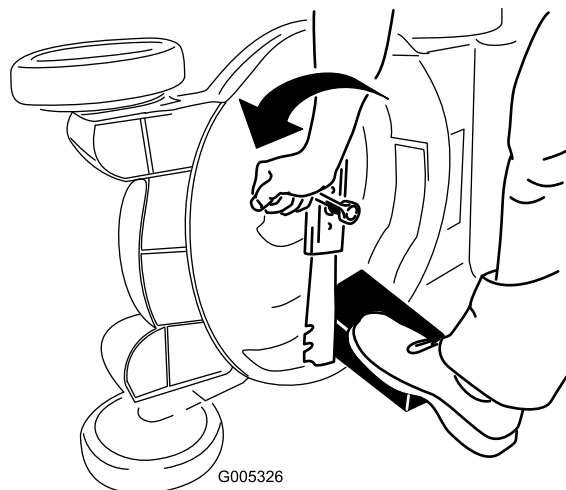

Bild 45
3. Stabilisieren Sie das Messer mit einem Holzblock (Bild 45).
4. Nehmen Sie das Messer ab und bewahren Sie alle Befestigungsschrauben auf (Bild 45).